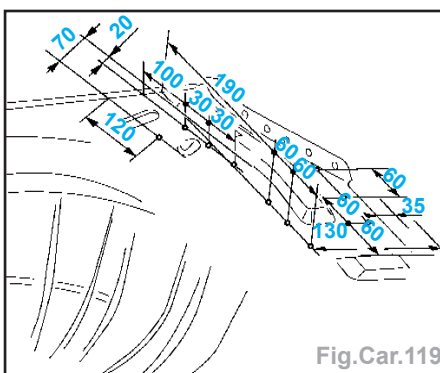

Fig.Car.119
- Tracer puis percer à un Ø 6,5 mm pour soudage ultérieur par points bouchons (Fig.Car.119).